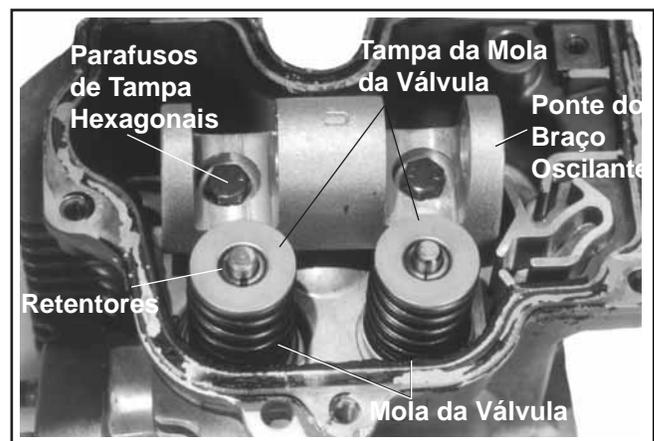

Figura 9-35. Retirar as Válvulas.
- b. Retire os dois parafusos de tampa hexagonais e a ponte do braço oscilante. Consulte a Figura 9-35.